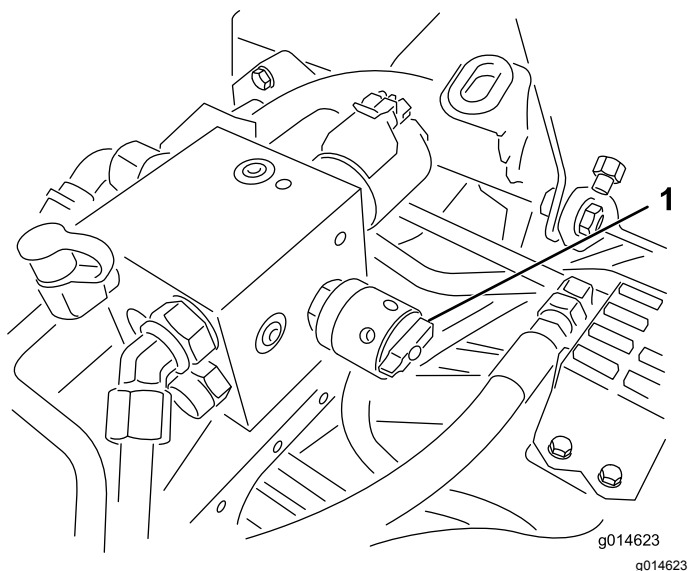

Bild 53
6. Drehen Sie den Spindeldrehzahlregler auf die Einstellung 1 (Bild 53).